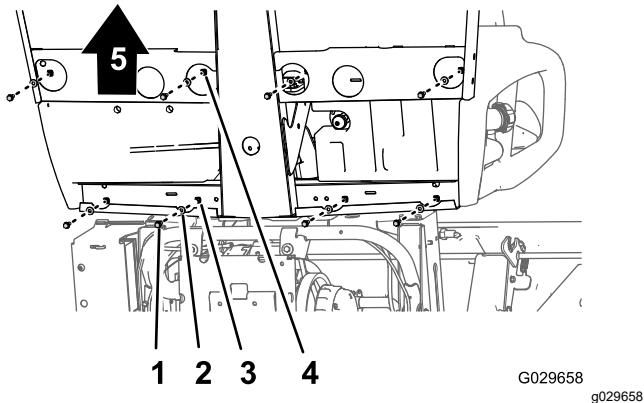
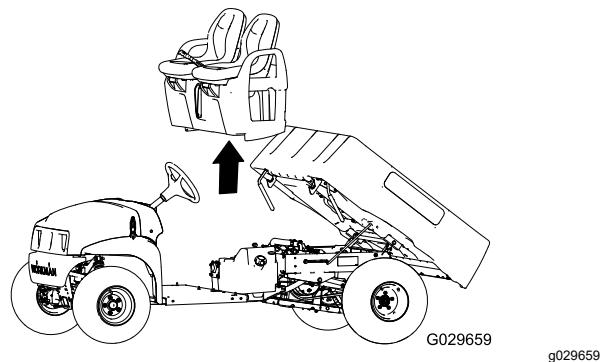

Figura 44
Figura 45
1. En la parte inferior de la máquina, retire los 8 pernos con arandela prensada y las 8 arandelas que sujetan la base de los asientos a la chapa de suelo y al perfil trasero de la cabina (Figura 44).
2. Levante cuidadosamente el asiento, la base de los asientos y los cables del freno de estacionamiento de la máquina (Figura 44).
1. Levante los asientos y la base de los asientos, colóquelos en la máquina y conecte los cables de freno al chasis (Figura 44 y Figura 45).
2. Alinee los taladros de la base de los asientos con los taladros de la chapa de suelo y del perfil trasero de la cabina (Figura 44 y Figura 45).